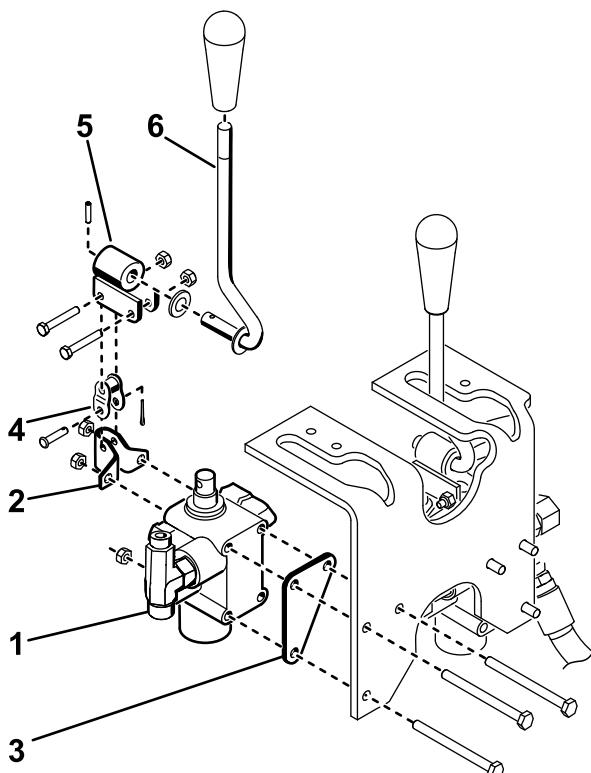

Figura 11
4. Monte el conjunto de la válvula, el soporte del pivote y la chapa de la válvula al bastidor con 3 pernos (1/4" x 3") y 3 contratuercas (Figura 11). Posicione la chapa de la válvula contra la parte delantera del travesaño del bastidor mientras realiza de montaje, y apriete las fijaciones a 10–12 N·m.
5. Monte provisionalmente la palanca de pivote en el actuador de la válvula y en el eslabón de desplazamiento con 2 pernos (N.º 10 x 1 1/4") y 2 contratuercas (Figura 11).